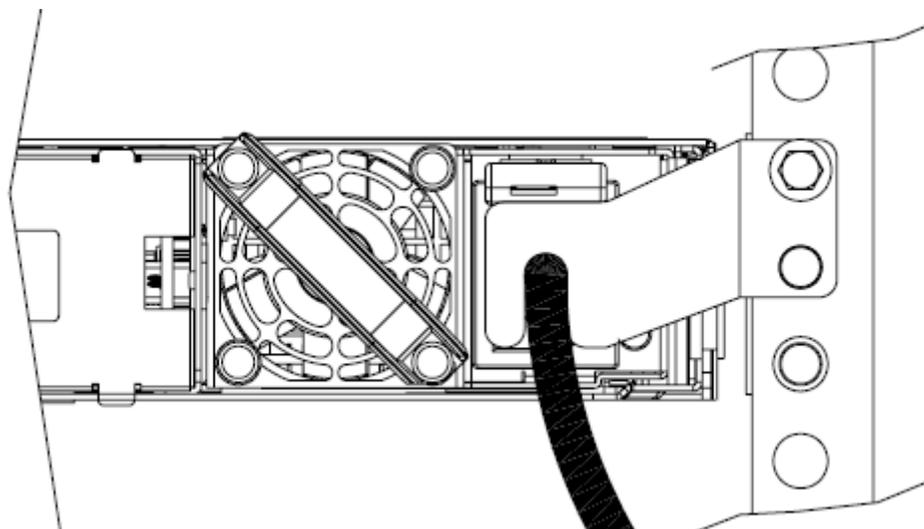

図 35. ケーブル保持ブラケット・タイプ B が取り付けられた SAN ボリューム・コントローラ 2145-8G4
2. 53 ページの図 35に示すように、キャビネット背面で、電源機構の隣にあるノードのサイド・レールから固定ボルトを取り外します。